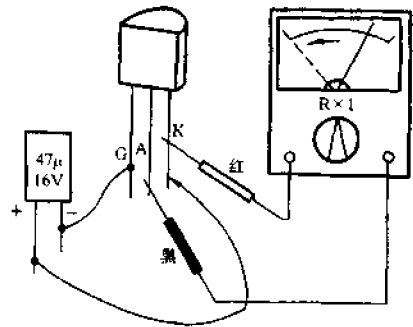

图4-189 单表加电解电容法检测GTO
(3) 单表加电解电容法。检测方法如图4-189所示。先用万用表 $R \times 100$ 挡给电解电容充满电,然后将万用表拨至 $R \times 1$ 挡,按照检测触发能力的操作步骤使GTO触发导通并维持通态;把电解电容的负极接GTO的门极G,用电解电容的正极去触碰GTO的阴极K,若指针迅速向左回摆至无穷大位置,则说明GTO关断能力正常。